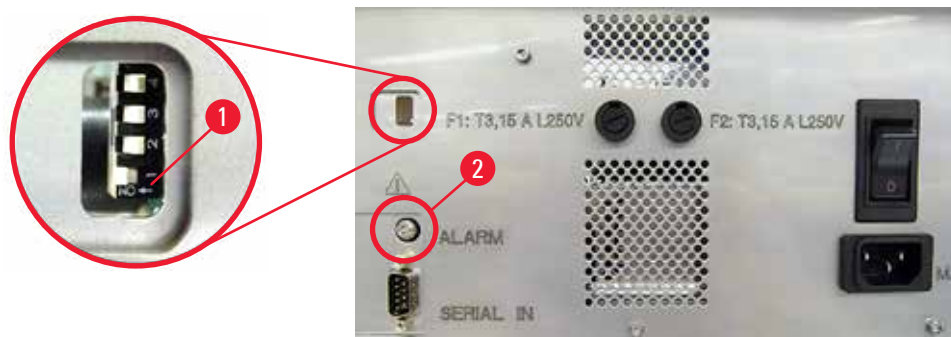

Fig. 41
- » Para desactivar el pitido, empuje el interruptor que está más abajo (→ "Fig. 41-1") hacia la derecha (→ "Fig. 41").